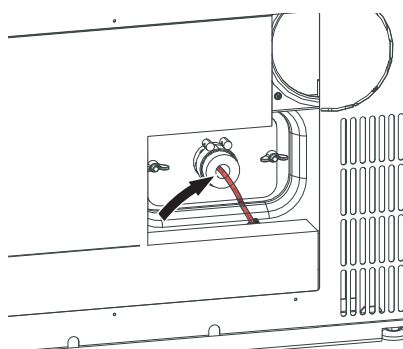

Fig. 56 Kabel bei Staubabscheider abstecken (nur bei Pelletskessel mit integriertem elektrostatischem Staubabscheider)
- ▶ Kabel bei Staubabscheider abstecken (nur bei Pelletskessel mit integriertem elektrostatischem Staubabscheider) – Fig. 56.